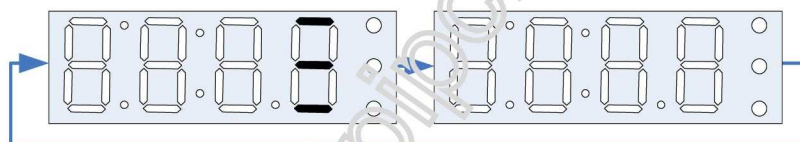

Рис. 28
4.3.6 Продолжительность режима «Самоконтроль» составляет не более 3 минут. В процессе прохождения режима «Самоконтроль» периодически зажигаются три сегмента младшего разряда индикатора, как показано на Рис. 28.